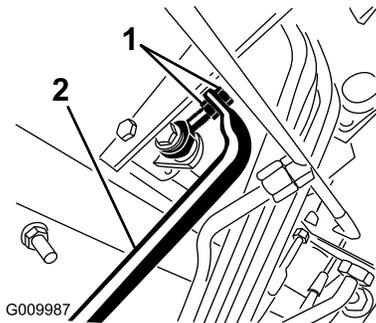

Bild 71
4. Stellen Sie die Bundmuttern am Pumpenstangenende ein, um die Pumpensteuerungsstange nach vorne zu verschieben, um ein Verschieben nach vorne zu vermeiden, oder um die Pumpensteuerungsstange nach hinten zu verschieben, um ein Verschieben nach hinten zu vermeiden (Bild 71).